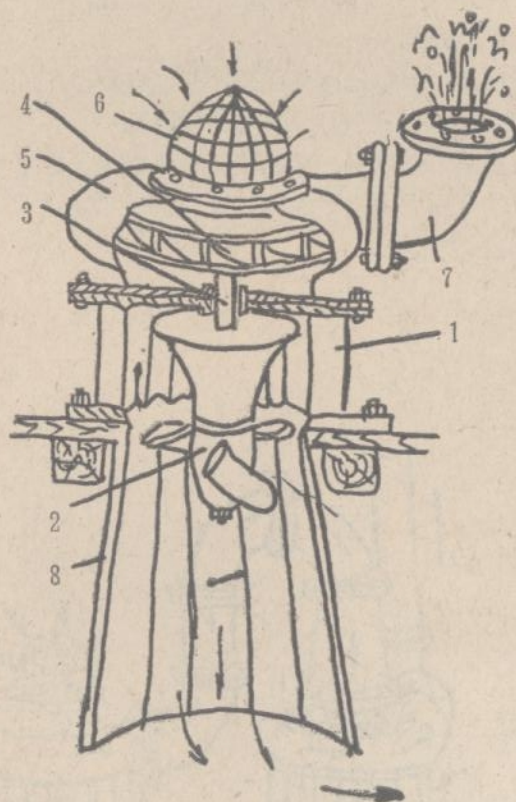

图2 水轮泵示意图
安装方法和发动原理: 在河中修一个拦河坝,抬高水位;傍河边砌一个安装水轮泵的机坑,将水轮泵安装于机坑中;水流入机坑,经导流轮①流入机内,冲动水轮机②,水轮机即快速旋转,使轴③带动离心水泵叶④旋转,产生离心力,将泵壳⑤内空气排除,几乎成为真空;水随即从莲蓬头⑥进入泵内填补真空;因泵叶继续搅动,水受离心力作用,被迫从管道⑦上升,一直流往农田;而用作动力的水冲动水轮机后,则从尾水管⑧泄出(图2)。